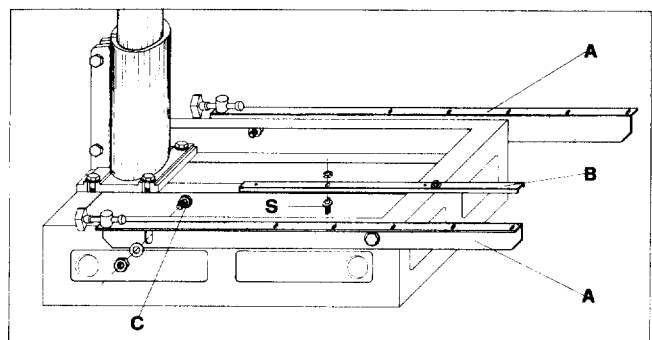

Fig. 2
1. Fix the support brackets (A) on to the base with screws (C) and relative washers with nuts. Position the screws in the centre of the slots and tighten them just enough to allow the supports to move during the adjusting operation. 2. Adjust the height of table support brackets at about 15 mm. from base. (Fig. 2).
1. Fissare i supporti (A) sul basamento con le viti (C) e le rispettive rosette con dadi. Posizionare le viti nel centro delle asole, stringere leggermente senza serrare affinché i supporti si possano muovere durante la regolazione. 2. Regolare l'altezza dei supporti piano a circa 15 mm. dal basamento. (Fig. 2).
1. Fixer les cornières de support (A) sur le châssis avec les vis (C) et écrous avec les rondelles correspondantes. Positionner les vis au centre des trous et les serrer juste assez pour permettre aux cornières de bouger pendant l'opération d'ajustage. 2. Monter les cornières circa 15 mm. au-dessus le châssis (Fig. 2).
1. Befestige die Winkelschienen (A) an den Rahmen mit den Schrauben (C) und den dazugehörigen Unterlegscheiben und Muttern. Die Schrauben in der Mitte von den Langlöchern nur soweit anziehen, dass ein Ausrichten der Winkelschienen noch möglich ist. 2. Montiere die Winkelschienen ungefähr 15 mm. über den Rahmen (Fig. 2).
1. Monteer de tafelblad steunen (A) op de tafelbasis met de bouten (C) en bijbehorende ringen en moeren. Plaats de bouten in het midden van de sleuven en draai deze juist zoveel aan, dat de steunen tijdens de regeling van het tafelblad enigszins kunnen bewegen. 2. Monteer de steunen ongeveer 15 mm. boven de tafelbasis (Fig. 2).